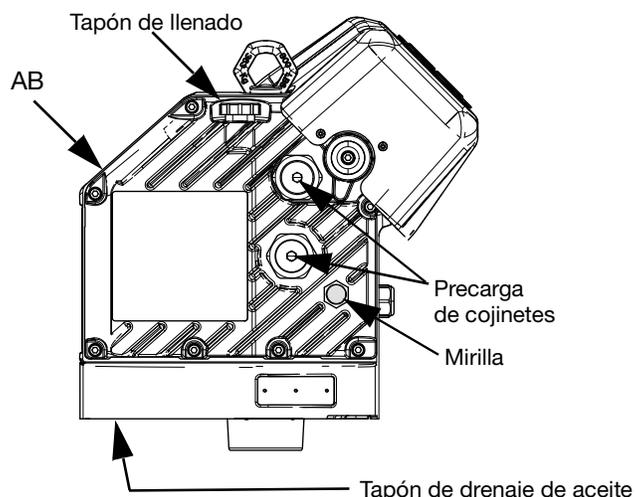

Fig. 39: Mirilla y tapón de llenado de aceite
3. Retire el tapón de drenaje de aceite. Consulte la FIG. 39 para ver la ubicación del tapón de drenaje. Deje que se drene todo el aceite del controlador (AB).
Consulte la FIG. 39 más abajo. Compruebe regularmente el nivel de aceite en la mirilla de cristal. El nivel de aceite debe estar cerca de la mitad de la mirilla cuando el controlador (AB) no esté funcionando. Si hay poco aceite, abra el tapón de llenado y vierta aceite sintético para engranajes EP sin silicona, con la referencia de Graco 16W645 ISO 220.